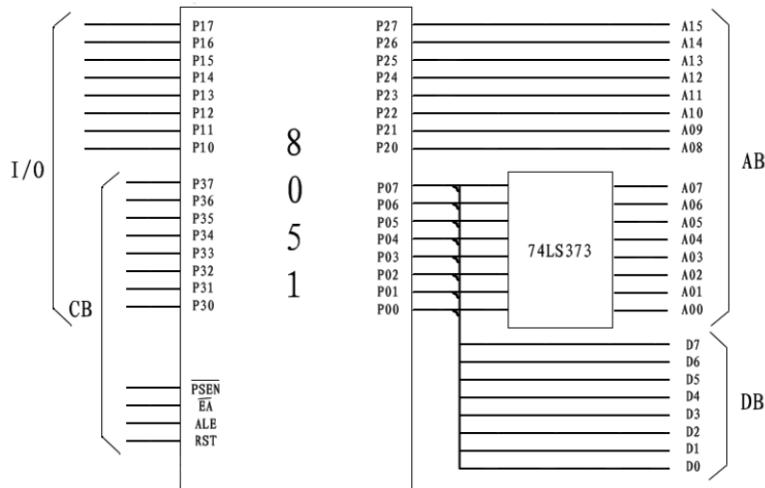

图 1-17 8051 片外总线结构
在 8051 单片机的 40 个引脚中, 除去电源、接地、时钟接入和片外程序存储器片选外, 其他引脚构成了 8051 单片机的片外总线结构, 包括地址总线 (AB)、数据总线 (DB) 和控制总线 (CB), 如图 1-17 所示。